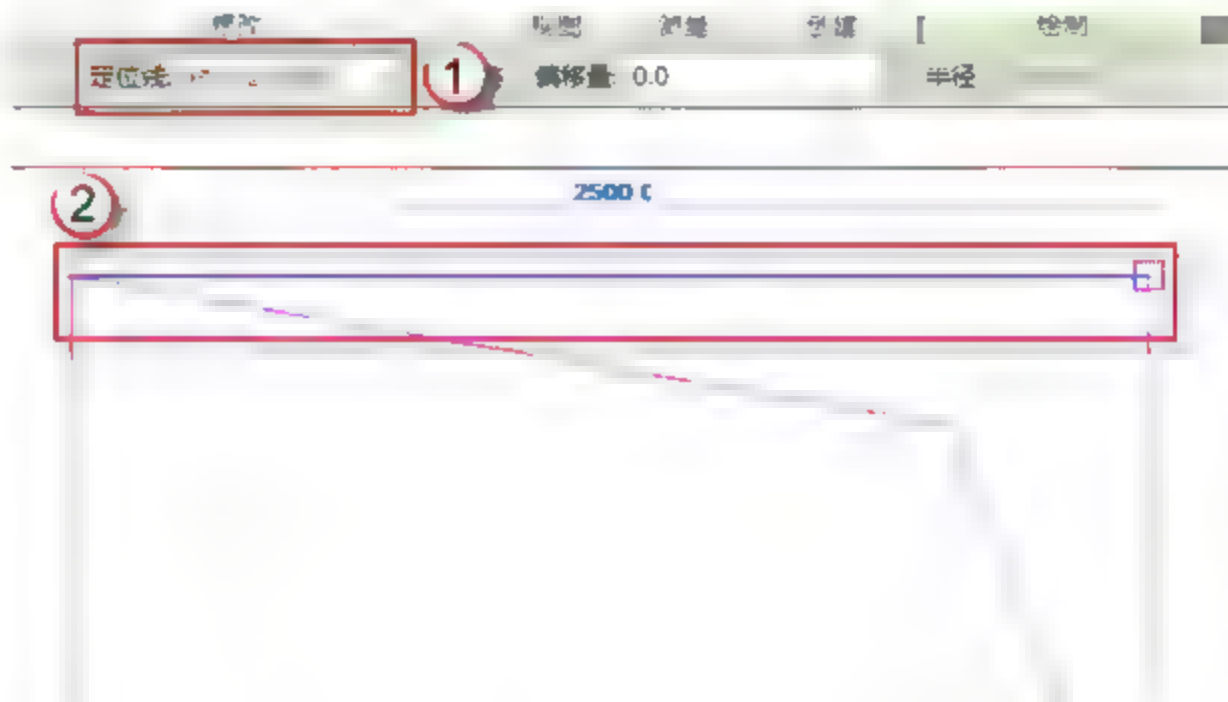

图 9.2.28 绘制“2500×1500×1600 排水井”
(7) 绘制“2500×1500×1600 排水井”。在绘图界面中，将“定位线”选择为“核心面：外部”，然后绘制排水井，如图 9.2.28 所示。